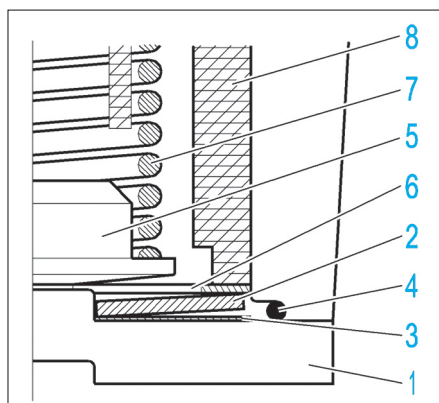

FIG. 15
- Déposer (Fig.15) :
- la bride (1),
- la cale élastique (2),